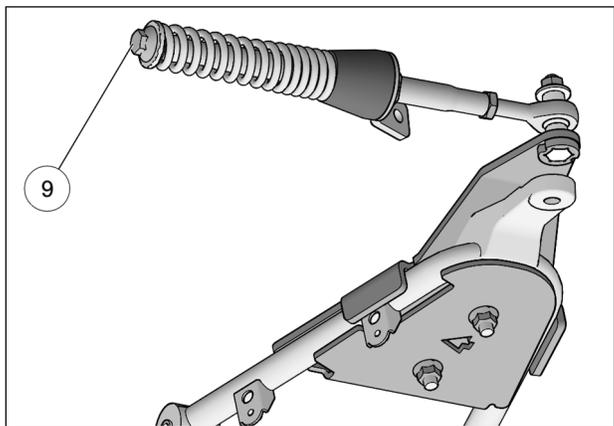

Fig. 21
9. Vérifier que le boulon du ressort (6) est serré au couple recommandé : 75 N•m [55 lb•pi]. Fig. 21